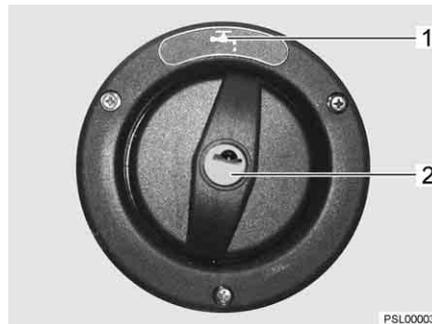

Fig. 201 Tampa de fecho do bocal de enchimento de água potável
O bocal de enchimento da água potável está marcada com o símbolo "☞" (Fig. 201,1). A tampa de fecho é aberta e fechada com a ajuda da chave para os fechos das portas de alçapão.
- Encaixe a chave no canhão da fechadura (Fig. 201,2), girando-a um quarto de volta no sentido contrário ao dos ponteiros do relógio.